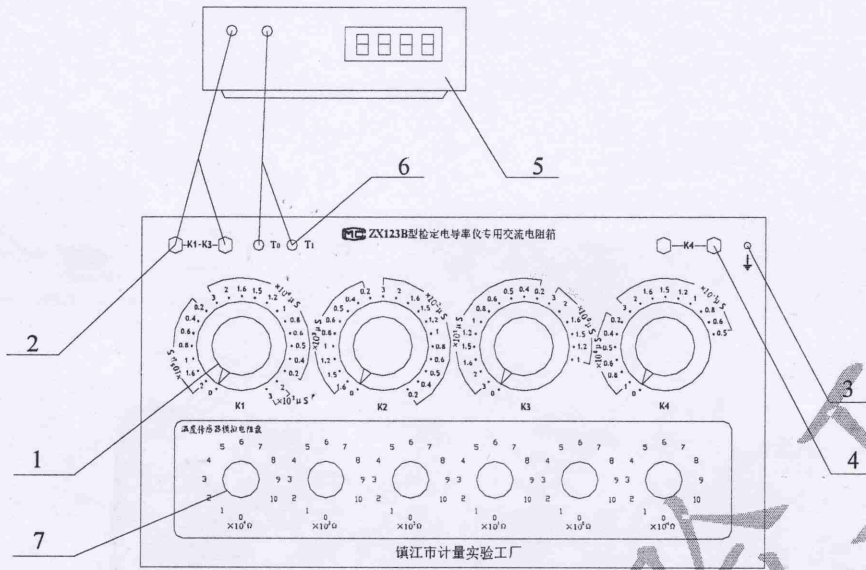

图 2 接线图
3.2 仪器面板布置及接线图: 如图 2
使用前应检查仪器各部分是否完好，引线必须使用仪器所附的专用连接线连接。当用到本仪器 K_1 、 K_2 、 K_3 盘各示值时请将被检电导率仪与本仪器面板左端相关端钮可靠连接；当用到本仪器 K_4 盘各示值时请将被检电导率仪与本仪器面板右端相关端钮可靠连接（如图 2）。使用前仪器各示值旋钮全部置于零电导处，然后根据需要分别选择以下有关检定项目并按其要求进行操作。标准仪器接地端和被检电导率仪外壳均应可靠接地。
按图 2，将专用线插头与被检电导率仪电极插口可靠连接后，按其使用说明书调零，常数调节器置于参考值 K_{cellR} （通常为 1.00 cm^{-1} ），电导率仪温度系数设定为“不补偿”，或者调节温度示值为仪器参考温度（通常为 25.0°C ）。
按图 2，将专用线插头与被检电导率仪电极插口可靠连接后，